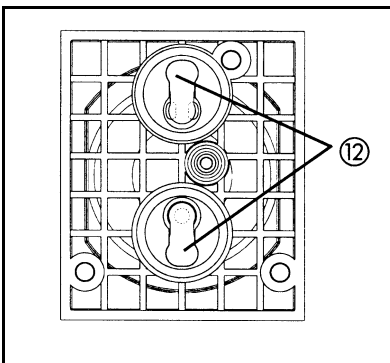

Abb. 17: Lage der Ventilplatten (12)
1. Kopfplatte (9) und Zwischenplatte (10) durch einen durchgehenden Filzstrich markieren. Damit lässt sich ausschließen, dass die Teile beim Zusammenbau falsch montiert werden.
2. Kopfplatte (9) und Zwischenplatte (13) durch zwei durchgehende Filzstriche markieren.
3. Kopfplatte (9) und Zwischenplatte (14) durch drei durchgehende Filzstriche markieren.
4. Die drei Schrauben (6) in der Kopfplatte (9) lösen und Kopfplatte von Zwischenplatten (10), (13) und (14) abnehmen.
5. Von den Zwischenplatten (10), (13) und (14) die Ventilplatten (12) sowie die O-Ringe (11) entnehmen.
**i** O-Ringe können auch an der Kopfplatte (9) kleben statt in der Zwischenplatte zu liegen.
6. In die Zwischenplatten (10), (13) und (14) die neuen Ventilplatten (12) sowie die neuen O-Ringe (11) einlegen.
**i** Ober- und Unterseite der Ventilplatten sind identisch. Zur korrekten Lage siehe Abb. 17.
Gewechselte Membranen und Ventilplatten.	<ul style="list-style-type: none"> <li>➔ Sicherstellen, dass die Membranen mit den zugehörigen Passscheiben unterlegt sind.</li> <li>➔ Eventuell die Befestigungsschrauben (Abb. 17/2, Seite 37) des Pumpenkopfes vorsichtig über Kreuz nachziehen.</li> </ul>
Überstromschutz des Vakuumpumpensystems hat angesprochen.	<ul style="list-style-type: none"> <li>➔ Vakuumpumpensystem aus- und wieder einschalten, um ein Reset durchzuführen.</li> <li>➔ Sicherstellen, dass an der Pumpe kein Gegenstand den Lüfter (Abb. 17/20, Seite 37) blockiert und eine ausreichende Kühlluftzu- und abfuhr gewährleistet ist.</li> <li>➔ Sonstige Ursache der Überlastung der Pumpe feststellen und beseitigen.</li> </ul>